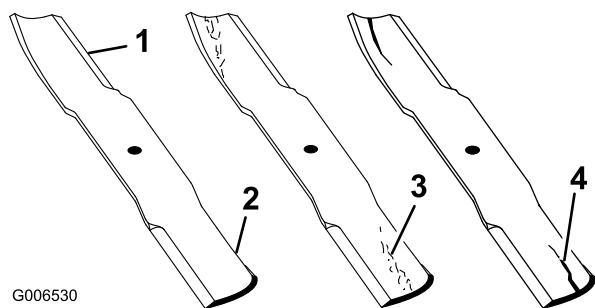

Figure 78
1. Examinez le tranchant des lames (Figure 78). Si les lames ne sont pas tranchantes ou si elles présentent des indentations, déposez-les et aiguissez-les (voir Aiguisage des lames).
2. Inspectez les lames, surtout la partie incurvée (Figure 78). Remplacez immédiatement toute lame endommagée, usée ou qui présente une entaille (Figure 78).